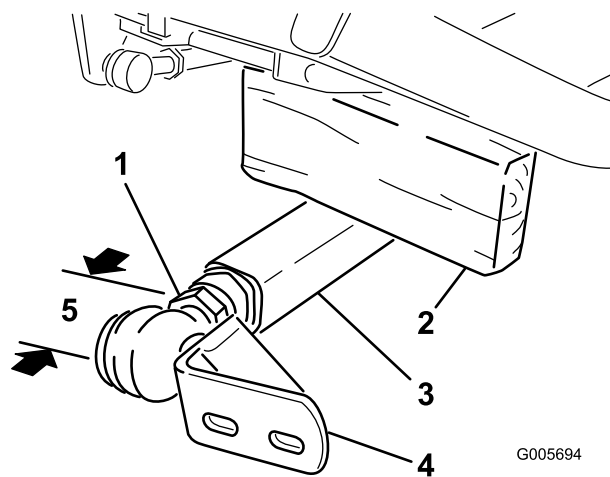

Bild 6
3. Ein Helfer sollte den linken Schubarm nach unten drücken. Setzen Sie dann einen 51 mm x 102 mm großen Holzblock zwischen den Rahmen und die Oberseite des Schubarms (Bild 6). Drehen Sie das Kugelgelenk in den linken Schubarm, bis die Mitte des Kugelgelenks ca. 60 mm von der Vorderseite des Schubarms entfernt ist (Bild 6). Ziehen Sie die Klemmmutter nicht an.